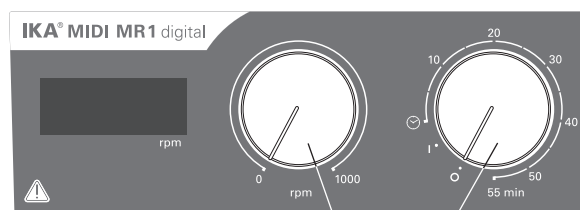

Fig. 3
- ☞ 「オン/オフ」および「タイマー」ダイヤルノブ(B, Fig. 3参照)を時計回りに「1」の位置まで回し、本体の電源を入れます。
- ☞ 「回転数」ダイヤルノブ(C, Fig.3参照)を回すことにより、MIDI MR 1 digitalは0~1000rpm、MAXI MR1digitalは0~600rpmの範囲内で回転速度を設定することができます。